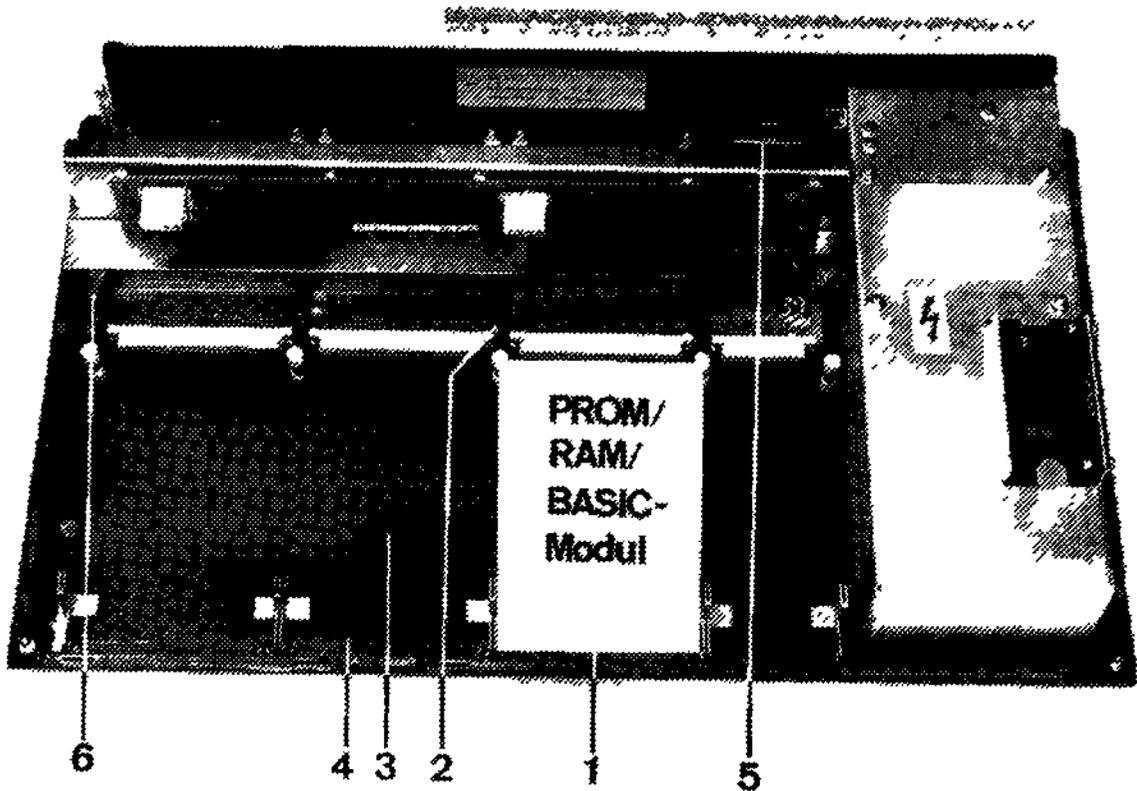

Abbildung 3 Geöffnetes Gehäuse
Zuerst setzen Sie den »SOFTWARE-MODULE-ADAPTER« ein. Dieser Adapter gehört an die Position (1) gemäß Abbildung 3.